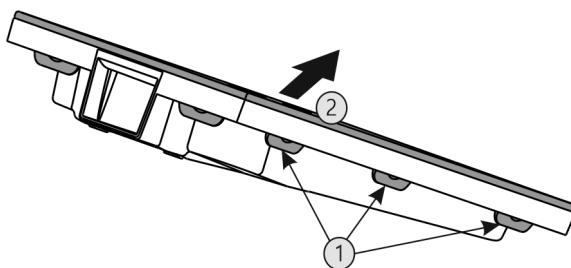

Fig. 41
- ▶ Wszystkie nakładki Fig. 41 (1) wcisnąć po kolei i zdjąć Fig. 41 (2) pokrywę.